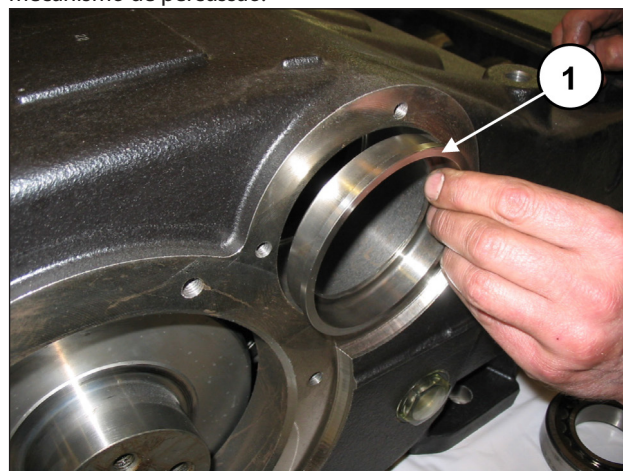
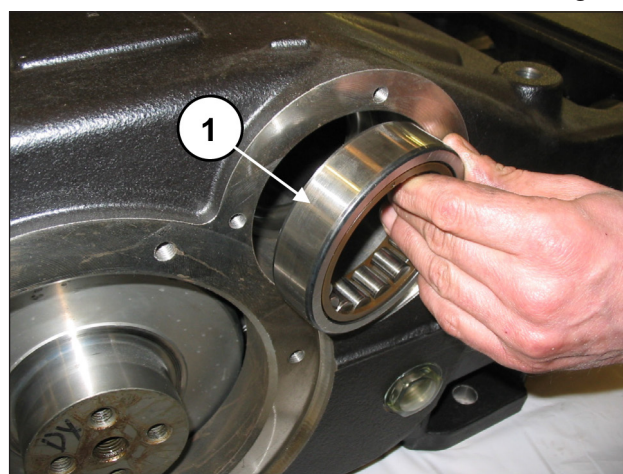

Fig. 54
Fig. 55
De um lado do carter, insira a bússola de lubrificação dos rolamentos (pos. ①, Fig. 54), e um anel externo do rolamento (pos. ①, Fig. 55), mediante o uso de uma tampa e do mecanismo de percussão.